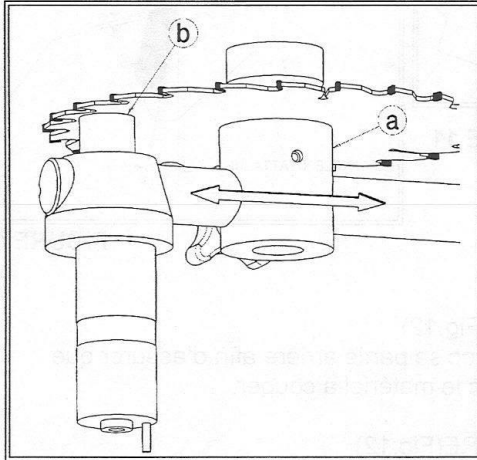

FIGURE 15
- 1) Placer la scie sur le support (Fig.15(a)), ajuster le support de manière à laisser un dégagement minimal entre le support aimanté (b) et la scie, ceci afin de réduire les vibrations au minimum (Fig.15).